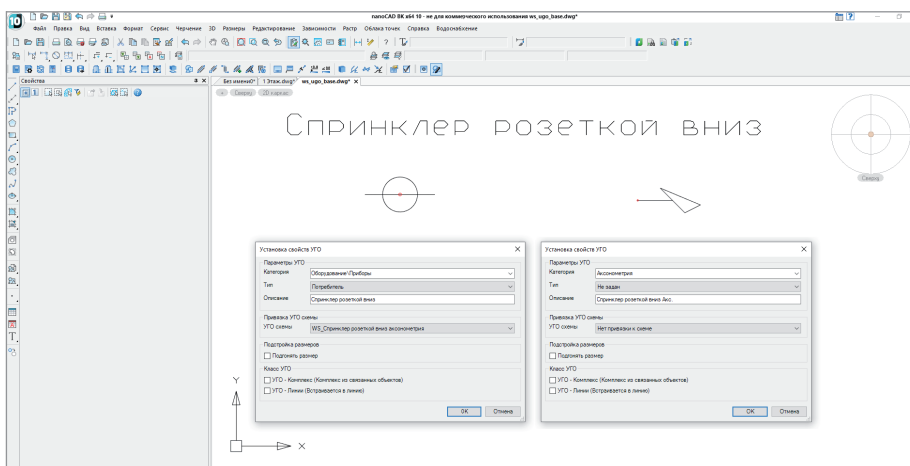

Рис. 9
- В какую категорию заносить созданные УГО, вы решаете самостоятельно. Один из возможных вариантов показан на рис. 9;